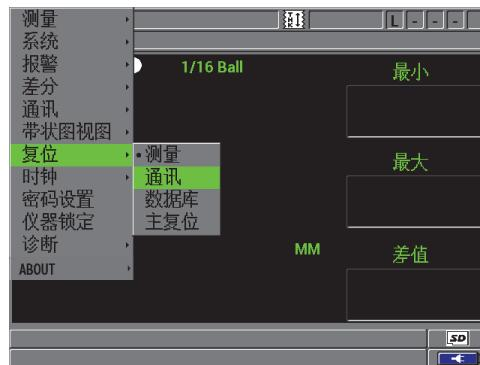

图 8-8 通讯复位屏幕
1. 按 [设置菜单]，然后加亮显示复位（参见第 138 页的图 8-8）；